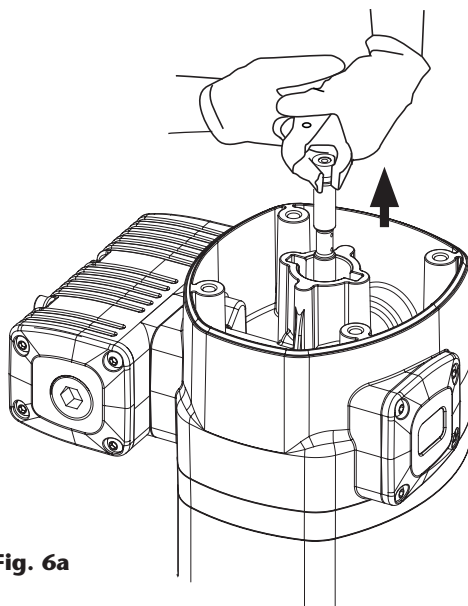
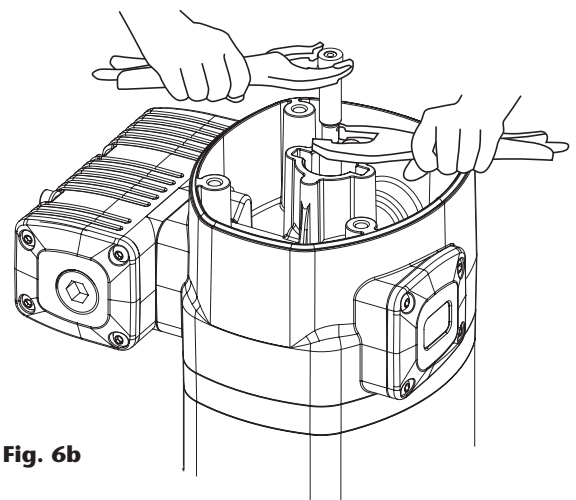

Fig. 6a
Fig. 6b
1. Unscrew the bolts (2) and remove the cap (3).
2. Unscrew the sensor sleeve (4).
3. With a manual clamp on the nut (5), pull the rod (40) outwards until its central recess appears (fig. 6a). Then, with another manual clamp, grab the rod (40) on the recess to prevent sealing surface from being damaged, and unscrew the nut (5) (fig. 6b).
4. Remove o-ring (6) and ring (7), and replace them with new ones during reassembly.
5. Unscrew the bolts (55). Pull the motor body (13) outwards to free it along with bridle (36).
6. Take away the gasket (9) and replace its seals (8) and (10).
7. Unscrew the bolts (37) and separate the motor (13) from the bridle (36). Take away the washer (32) and replace the seal (8).
8. Take away the cylinder (50) while carefully holding the air piston (45). Replace the piston seal (44).
9. Reassemble in reverse order, applying thread locker in screws (37), nut (5) and sensor sleeve (4).
1. Desenrosque los cuatro tornillos (2) y quite la tapa (3).
2. Desenrosque el tapón inversor (4).
3. Con ayuda de una mordaza manual sobre el casquillo (5), tire hacia fuera del vástago (40) hasta que aparezca su rebaje central (fig. 6a). Después, con otra mordaza manual agarre el vástago (40) en dicha zona rebajada central para no dañar la superficie destinada al sellado y desenrosque el casquillo (5) (fig. 6b).
4. Deseche la tórica (6) y el aro (7), y use otros nuevos posteriormente al volver a montar.
5. Desenrosque los cuatro tornillos (55). Tire hacia arriba del cabezal motor (13) hasta liberarlo junto con la brida (36).
6. Quite el casquillo inversor (9). Sustituya las juntas (8) y (10) de este casquillo.
7. Desenrosque los cinco tornillos (37) y separe el cuerpo motor (13) de la brida (36). Extraiga la arandela (32) y sustituya la junta (8).
8. Retire el cilindro (50) sujetando con cuidado el émbolo (45). Sustituye la junta (44) de dicho émbolo.
9. Vuelva a montar el conjunto en sentido inverso, aplicando fijador de rosca en los tornillos (37), casquillo (5) y tapón inversor (4).